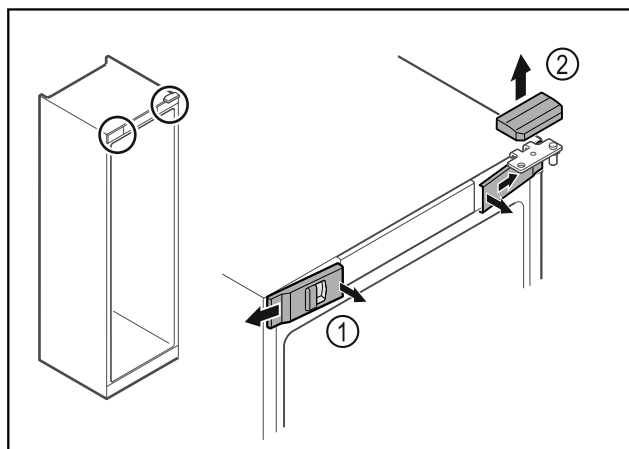

Fig. 7
► Disinnestare le coperture anteriori Fig. 7 (1) dall'interno ed estrarle lateralmente.
► Rimuovere la copertura superiore Fig. 7 (2) sollevandola verso l'alto.